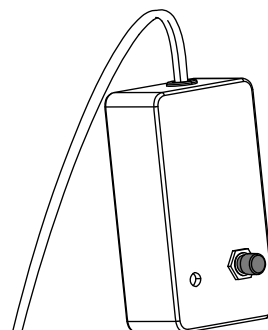

Рисунок 48
6. Нажмите кнопку ПРОВЕРКИ на тестере системы Zap-Alert (Рисунок 48).